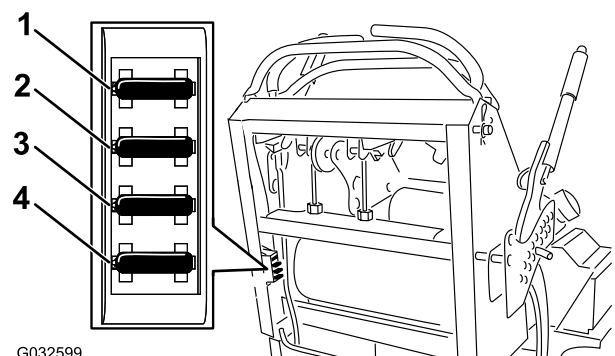

Bild 54
2. Ziehen Sie an der Sicherung und entfernen oder tauschen Sie aus (Bild 54).